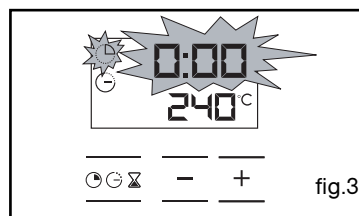

fig.3
Votre four vous propose la température optimale pour ce type de cuisson (fig.3).
Exemple : 30 min de cuisson (fig.3).
- l'indicateur de durée de cuisson et 0:00 clignotent (fig.3),